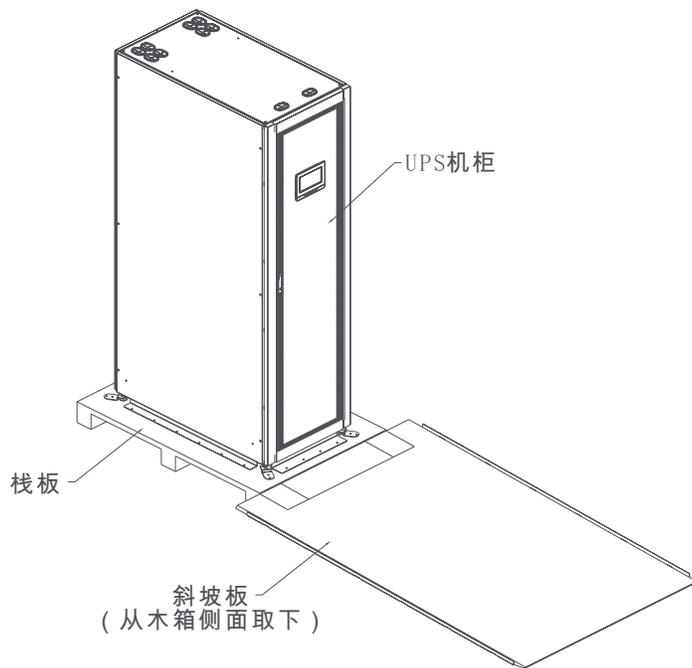

图3-5. 将斜坡板放置在栈板前面
3. 将斜坡板（木箱的左侧板）放置在栈板前方（见图 3-5）。